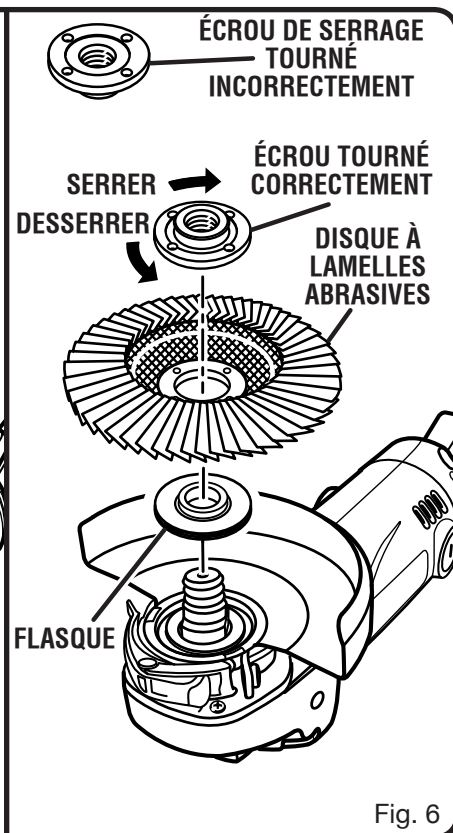

Fig. 6
- Pour installer le disque à polir abrasif, visser l'écrou sur la broche avec le côté plat de l'écrou de flasque vers le bas. Serrer à la main. Voir la figure 6.